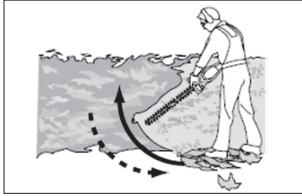

Fig. 1
2. Segure sempre o produto firmemente com as duas mãos na alça frontal (1) e na traseira (4). Nunca opere este produto usando apenas uma mão.
4. Primeiro corte os dois lados, da parte inferior cortando para cima e para cima. Isso impedirá que qualquer um dos cortes caia no caminho da área a ser cortada (Fig. 1).